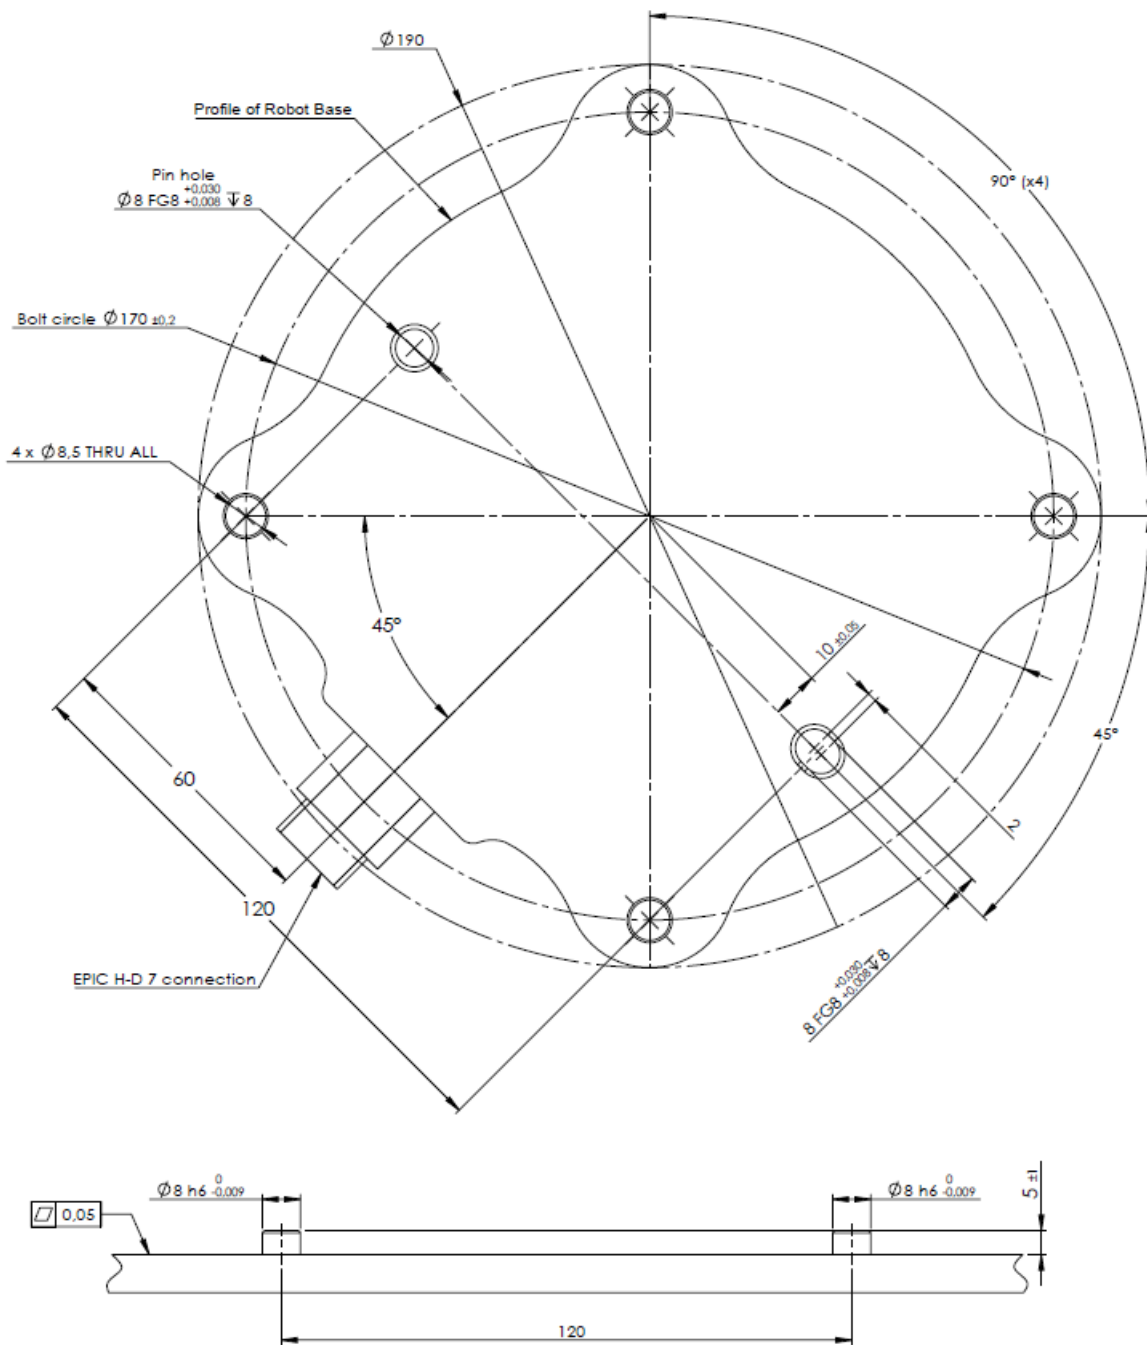

Figure 4.1: Отверстия для монтажа робота. Используются четыре M8 болта. Все измерения приведены в мм.
**Манипулятор робота** Для монтажа робота используются четыре болта М8, которые устанавливаются в четыре отверстия 8,5 мм в основании робота. Затяжку данных болтов рекомендуется выполнять с моментом 20 N m. Если требуется особо точное расположение манипулятора робота, воспользуйтесь двумя отверстиями Ø8, установив в них штифты. Кроме того, дополнительно можно приобрести точный контршаблон основания. На рис. 4.1 показаны точки, в которых требуется просверлить отверстия для установки винтов.